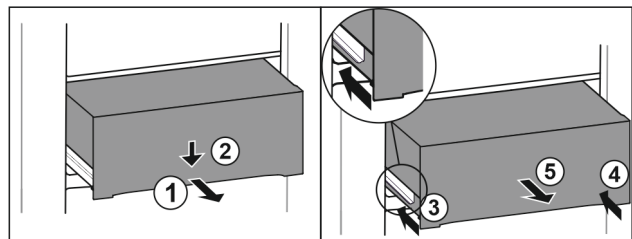

Fig. 121
- Extraiga el cajón hasta la mitad. Fig. 121 (1)
- Presionar hacia abajo el cajón de la parte delantera. Fig. 121 (2)
- Introducir el carril izquierdo unos 2 cm. Fig. 121 (3)
- Introducir el carril derecho unos 2 cm. Fig. 121 (4)
- Extraiga el cajón hacia adelante. Fig. 121 (5)